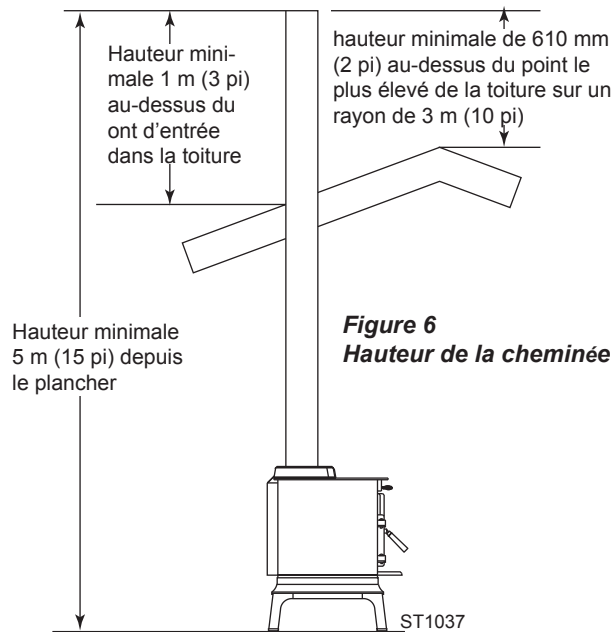

Figure 6
4. Le connecteur de la cheminée ne doit pas passer à travers un entre-toit, une garde-robe, un autre espace caché similaire ou à travers un plancher, un plafond, un mur ou une cloison contenant des matériaux combustibles. (Fig. 6)